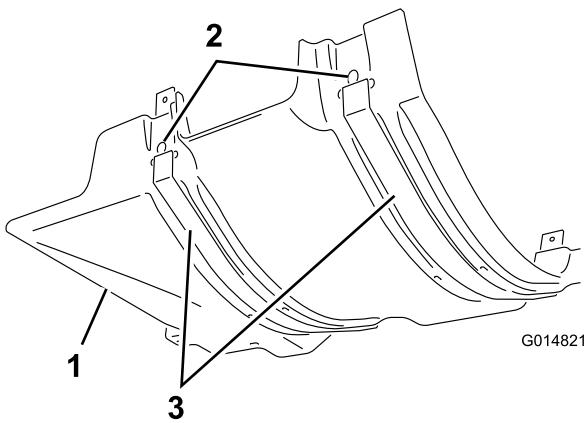

Bild 3
- Setzen Sie die Wärmeschutzblechriemen in die Schlitze im hinteren Motorwärmeschutzblech (Bild 3) und befestigen Sie die Riemen mit sechs Plastikstöpseln am Schutzblech.